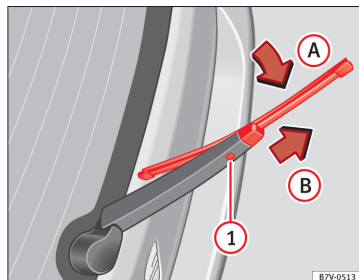

Fig. 161 Udskiftning af viskerblad til bagrude
- Klapp viskerbladet opad i retning mod viskerarmen ⇒ Fig. 161 (pil A).
- Hold udløserknappen ① nede, og træk samtidig viskerbladet af i pilens retning B. Det kan i den forbindelse være nødvendigt at bruge flere kræfter.
- Skub et nyt viskerblad **med samme længde og af samme type** på viskerarmen modsat pilens retning (B). Viskerbladet skal gå i hak. I den forbindelse skal viskerbladet være i opklappet position (pil A).